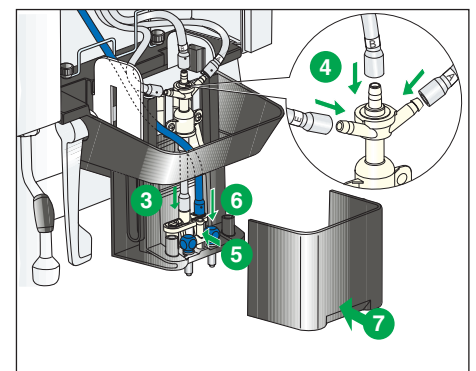

Fig. 6
- 3 Réinstaller le distributeur à lait. (Fig. 6)
- 4 Réinstaller les tubes A, B et E sur le distributeur à lait. (Fig. 6)
- 5 Remettre le distributeur à café dans son support et le verrouiller en place. (Fig. 6)
- 6 Réinstaller le tube sur le distributeur à café. (Fig. 6)
- 7 Réinstaller le couvercle sur le bec verseur. (Fig. 6)